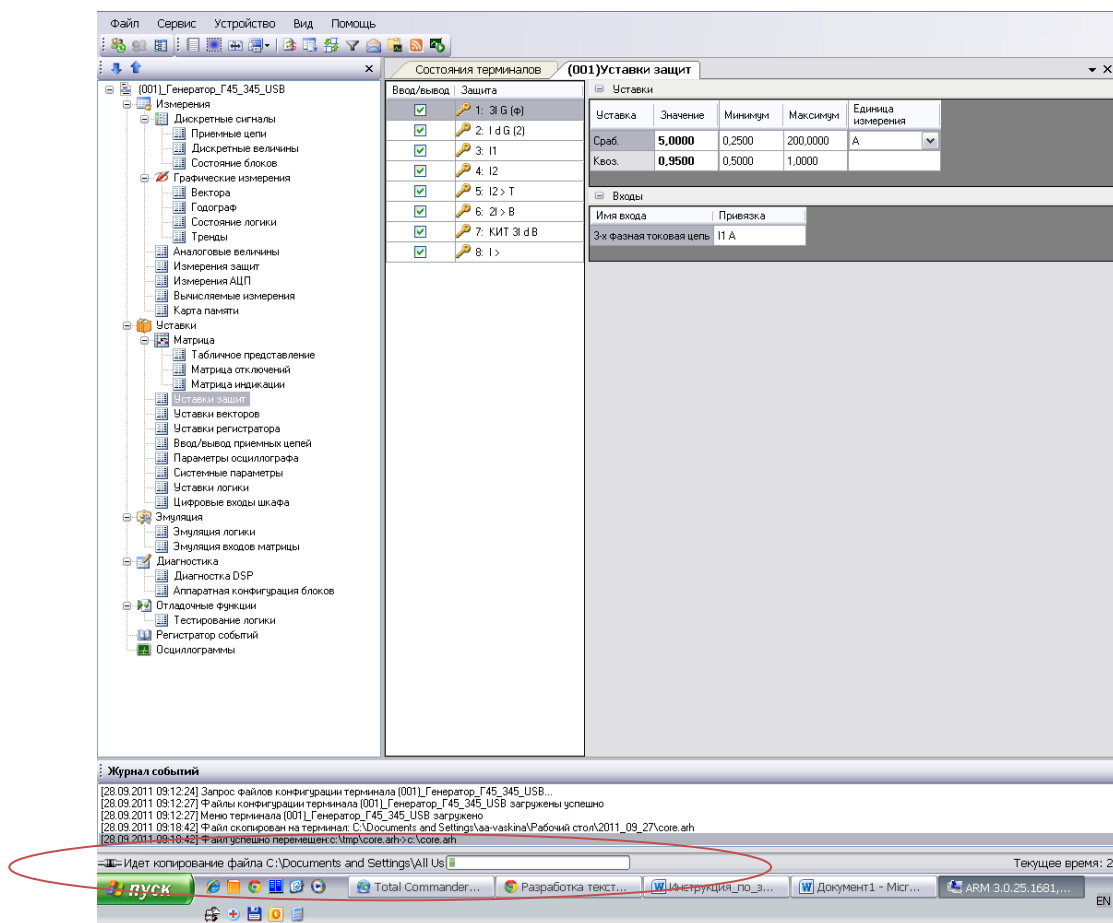

Рисунок 6.3 – Процесс копирования файла
6.2.5 Подождать, пока скопируется файл **core.afh**. Процесс контролируется внизу окна строкой состояния копирования (см. рисунок 6.3).